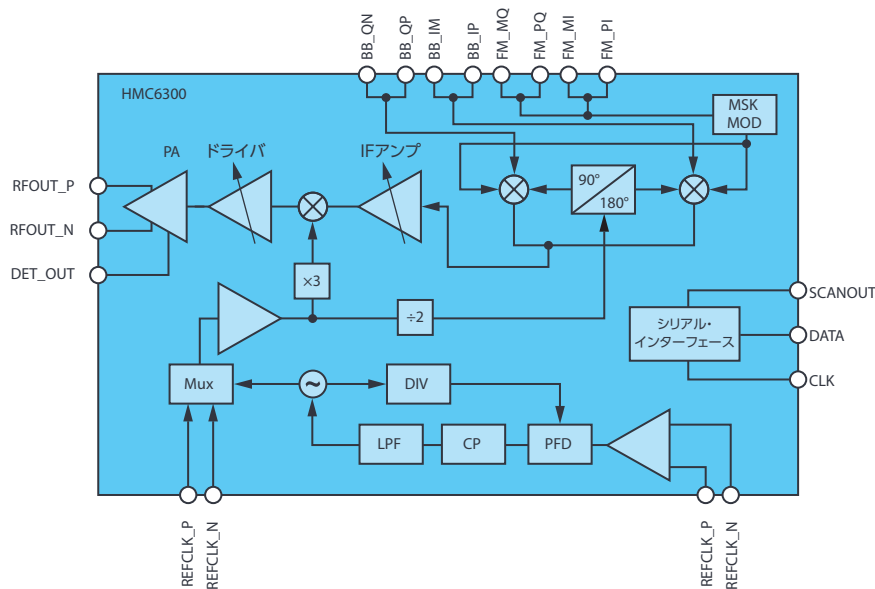
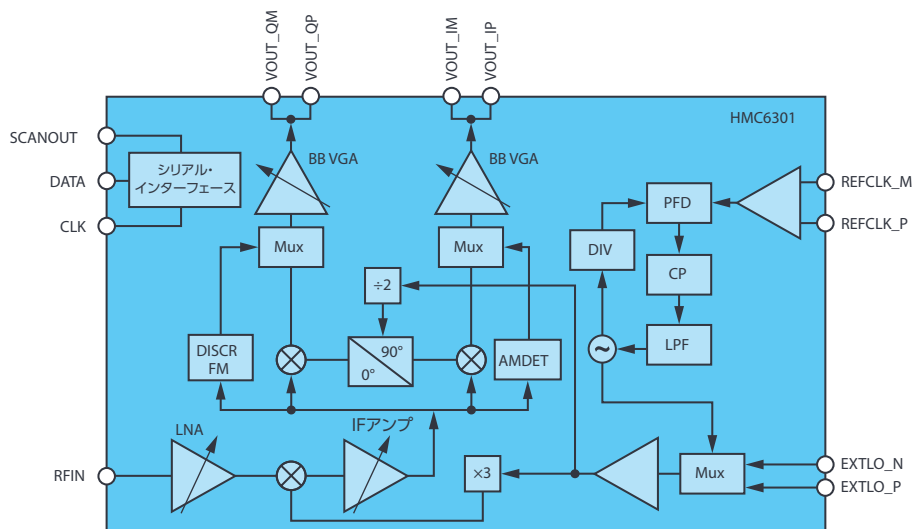

図7. HMC6300 (トランスミッタ) の内部ブロック図
図8. HMC6301 (レシーバー) の内部ブロック図
図7と図8に、それぞれの内部ブロック図を示しました。これらはSiGeベースの完全なトランシーバー・ソリューションであり、57GHz～64GHzに対応します。もともとはスモール・セルのバックホール市場向けに最適化されたものでしたが、スリップ・リング・アプリケーションにおけるデータ通信の要件を完璧に満たします。周波数ステップが250MHz/500MHz/540MHzのシンセサイザICか、外部からの局部発振周波数 (LO) 信号を使用することにより、個々のアプリケーションの変調方式、干渉性能、位相ノイズに関する特定の要件に応じてチューニングすることが可能です。